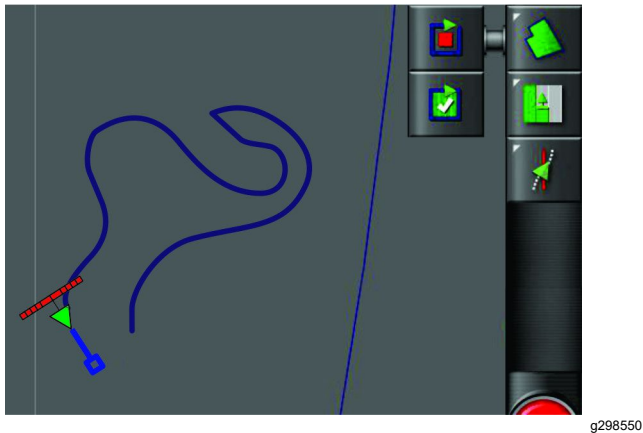

Figura 44
1. Ao se aproximar do ponto inicial de demarcação, pare a máquina (Figura 44).